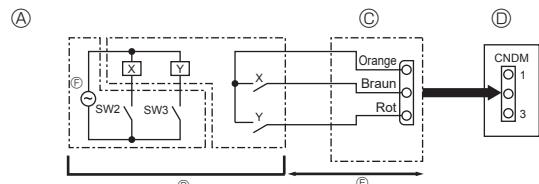

Fig. 8-2
- ① Vervollständigen Sie bei Verwendung des externen Eingangsadapters (PAC-SC36NA-E) (als Sonderzubehör käuflich zu erwerben) den Stromkreis wie dargestellt.
- ② SW7-1 (Schalttafel der Außenanlage): OFF (AUS)
- ③ SW1 ON (EIN): Lärmschutzmodus
8.2. Anforderungsfunktion (Veränderung vor Ort) (Fig. 8-2)